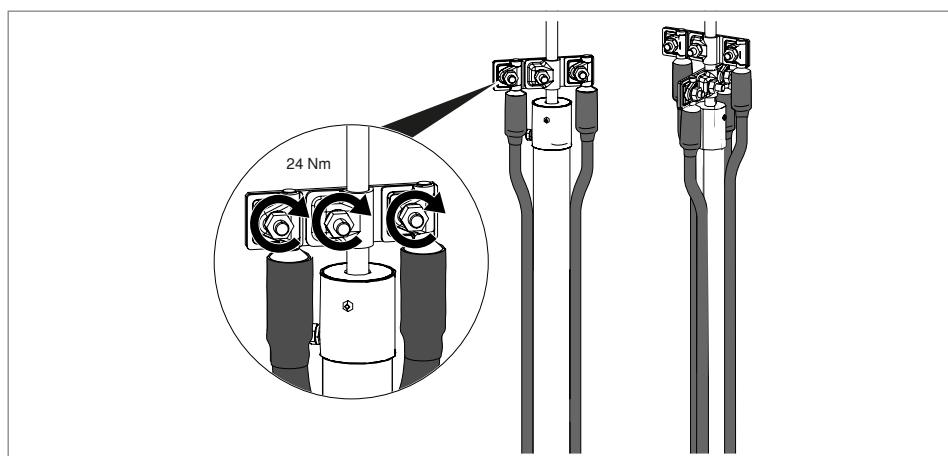

Abb. 38: Mehrere isCon®-Ableitungen am Mast befestigen
1. Für 2 Ableitungen die Anschlussplatte für 2 Ableitungen (Typ isCon AP2-16 VA) verwenden. Für den Anschluss von 4 Ableitungen, 2 Anschlussplatten übereinander montieren (siehe Abb. 38).
3. Die Ableitungen möglichst gegenüberliegend am Fangmast abwärts führen (siehe Abb. 38).